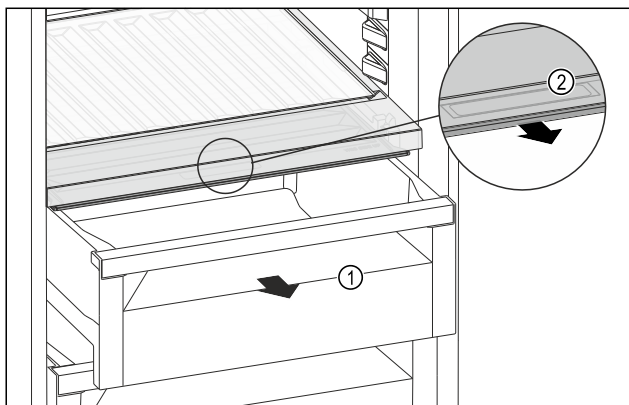

Fig. 170
- Zásuvku Fig. 170 (1) vytáhněte.
- Uchopte prohlubeň pro rukojeť Fig. 170 (2) na víku zásuvky a současně zatáhněte za víko zásuvky směrem dopředu.